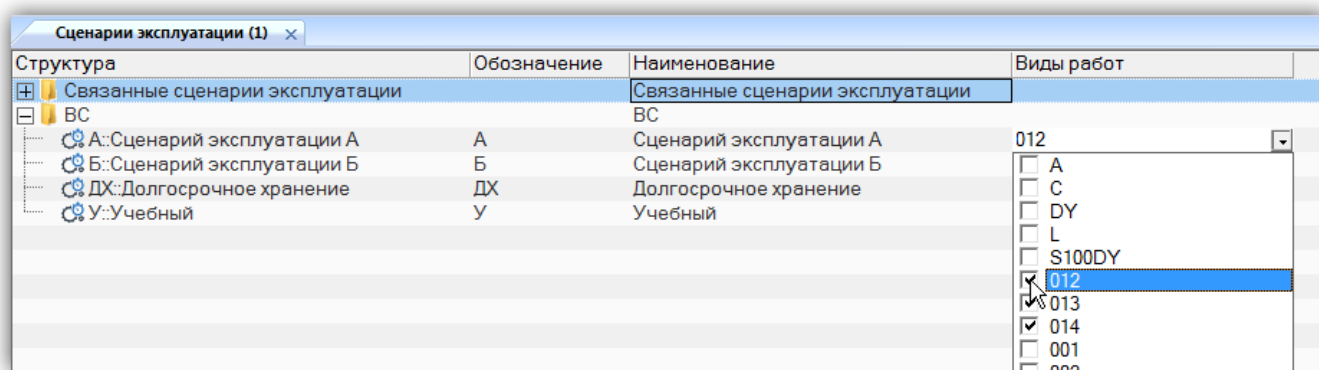

Рис. 10-393 – Ввод характеристик сценария
6) В отобразившемся диалоговом окне нажать кнопку «Да» для подтверждения удаления связи (рис. 10-393).